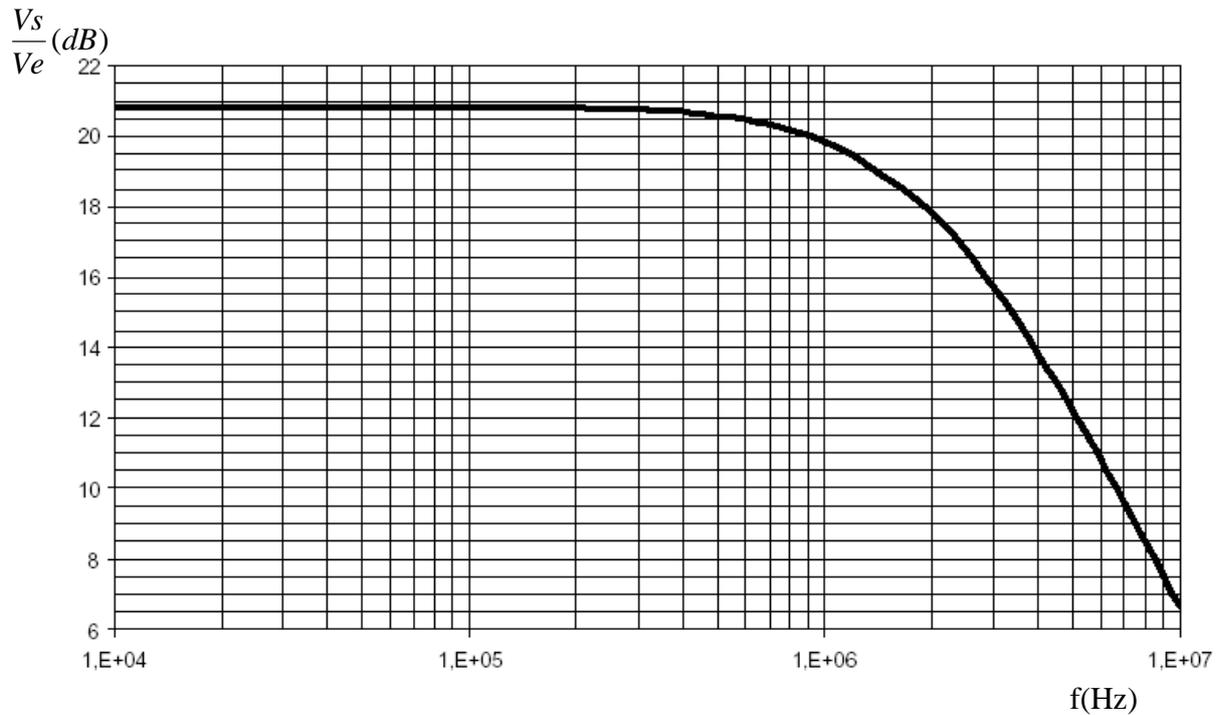

Figure 2 : Courbe de réponse du montage réel
- 2) En réalité, le diagramme de Bode (en gain) expérimental est donné par la figure 2 ; Déterminer graphiquement la fréquence de coupure  $f_c$  et l'amplification statique H.
- 6) Représenter sur le graphe de la figure 2 le graphe asymptotique de Bode correspondant au module du gain déterminé dans la question précédente.